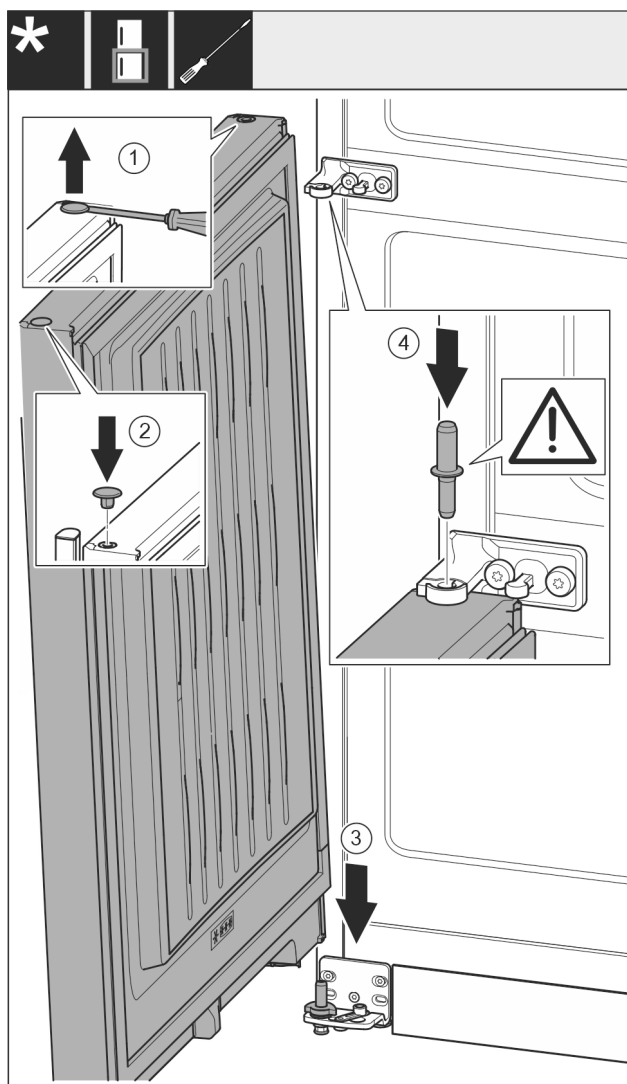

Fig. 19
- Ravnim odvijačem oprezno podignite čep i izvadite ga. Fig. 19 (1)
- Ponovo umetnite čep na drugoj strani vrata. Fig. 19 (2)
- Stavite vrata odozgo na donji svornjak ležaja. Fig. 19 (3)
- Umetnite srednji svornjak ležaja kroz srednji podložak ležaja u donja vrata. Pri tome pazite da je ispušćenje za blokiranje okrenuto prema otvora. Fig. 19 (4)